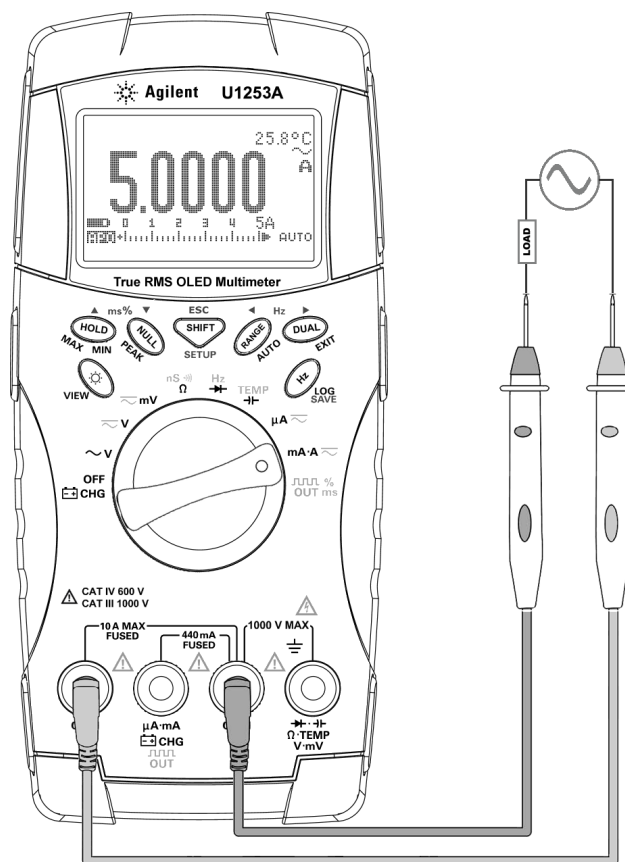

図 2-5 A (アンペア) 電流測定
- 2 赤のテスト・リードと黒のテスト・リードをそれぞれ 10 A 入力端子 **A (赤)** と **COM (黒)** に接続します (図 2-5 を参照)。赤のテスト・リードを **A (赤)** 端子に接続すると、マルチメータは自動的に **AC** 測定に設定されます。